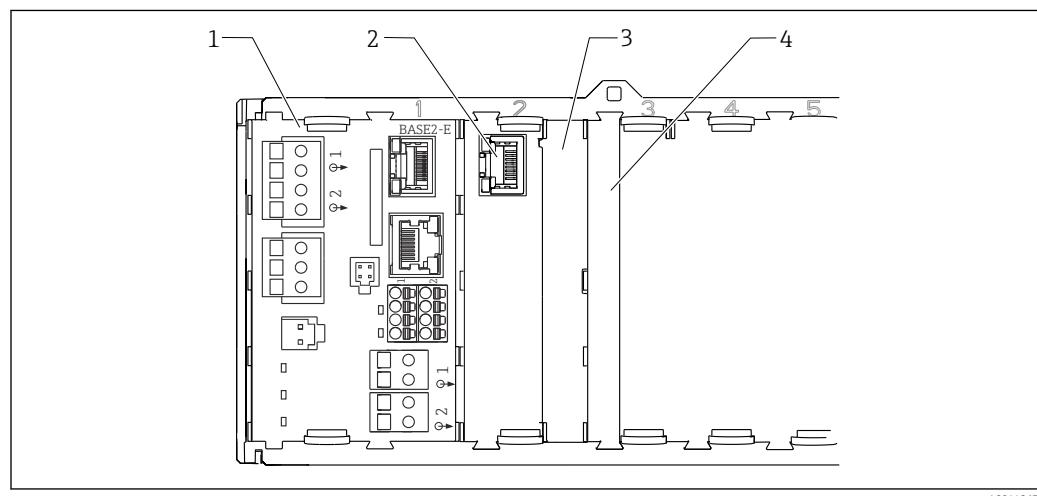

图 32 控制器外壳内的接线腔
- 插槽未全部使用时，对于**非防爆型**设备：必须在最后一个模块右侧的 → (图 32, 图 32)。这样才能保证设备不受冲击影响。